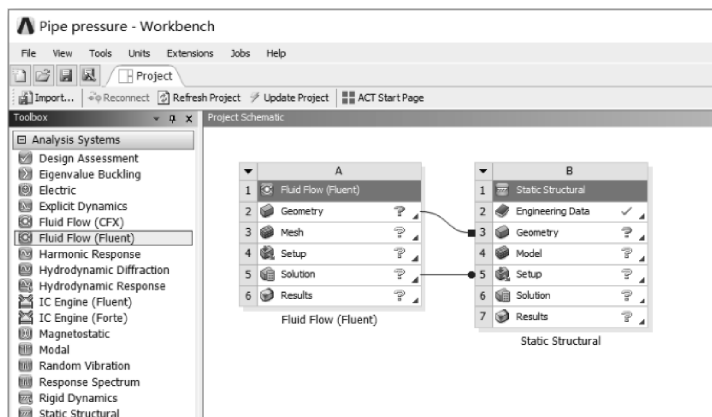

图 11-138 创建水管管壁耦合分析
(1) 在工具箱【Toolbox】的【Analysis Systems】中双击或拖动流体动力学分析【Fluid Flow (Fluent)】到项目分析流程图。
(2) 在工具箱【Toolbox】的【Analysis Systems】中双击或拖动结构静力分析【Static Structural】到项目分析流程图。
(3) 创建关联：按住流体动力学分析 Geometry 与结构静力分析 Geometry 关联，然后流体动力学分析 Solution 与结构静力分析 Setup 关联，如图 11-138 所示。